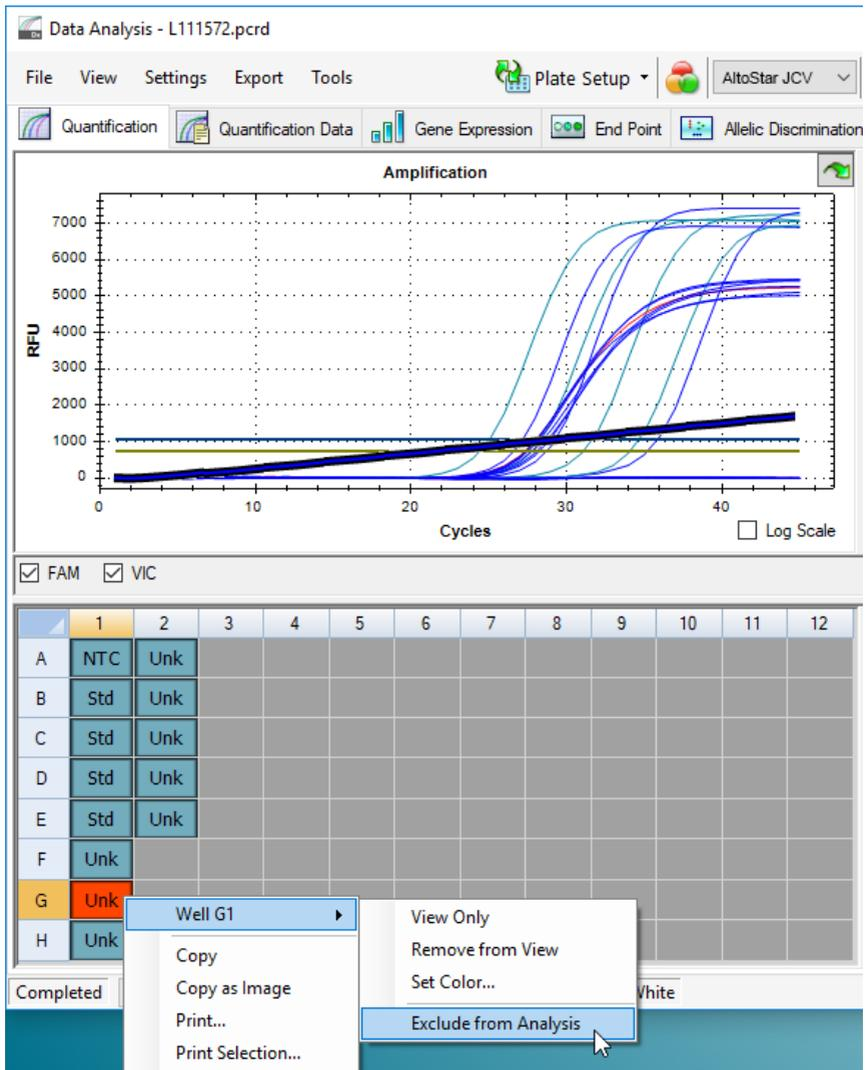

Figura 7: Ventana Data Analysis (análisis de datos): exclusión de un pocillo del análisis
3. Haga clic en cada pocillo afectado con el botón derecho del ratón y seleccione **Well...** → **Exclude from Analysis** (pocillo... → excluir del análisis) (consulte la figura 7).